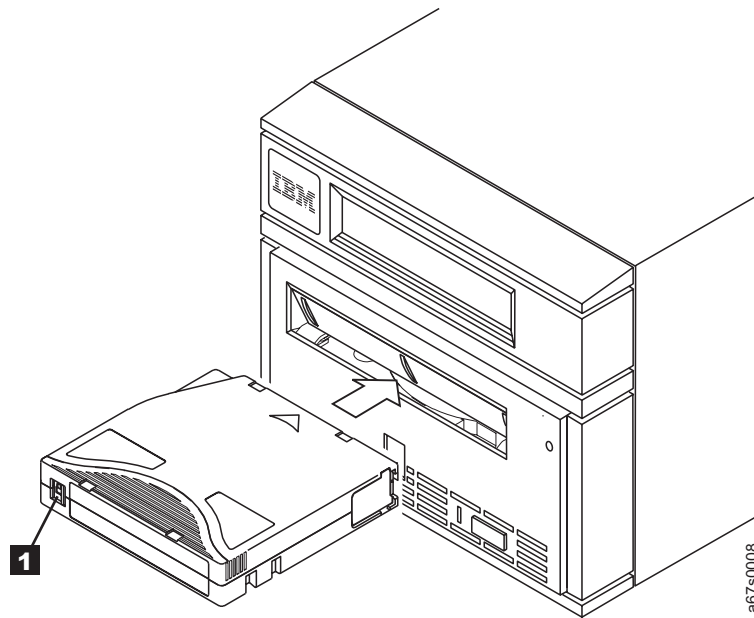

Abbildung 6. Kassette in das Bandlaufwerk IBM 3580 einlegen
2. Stellen Sie sicher, dass der Schreibschutzschalter (**1** in Abb. 6 auf Seite 20) korrekt gesetzt ist (siehe „Schreibschutzschalter einstellen“ auf Seite 27).
4. Schieben Sie die Kassette in den Kassettenladeschacht (siehe Abb. 6 auf Seite 20). Der Kassettenlademechanismus zieht die Kassette in das Bandlaufwerk ein, und die folgende Nachricht erscheint in der Nachrichtenanzeige:
Schieben Sie zum Reinigen des Schreib-/Lesekopfes die Reinigungskassette in den Kassettenladeschacht (siehe Abb. 6 auf Seite 20). Das Bandlaufwerk führt die Reinigung automatisch aus. Der Reinigungszyklus dauert weniger als zwei Minuten. Ist die Reinigung beendet, gibt das Laufwerk die Kassette aus.
Mit jedem Bandlaufwerk IBM 3580 wird eine speziell gekennzeichnete IBM LTO Ultrium Reinigungskassette zum Reinigen der Schreib-/Leseköpfe des Laufwerks mitgeliefert. Das Laufwerk ermittelt selbst, wann ein Schreib-/Lesekopf gereinigt werden muss. Es zeigt ein **C** in der Einzelzeichenanzeige an, und die Statusanzeige erlischt. Legen Sie zum Reinigen des Schreib-/Lesekopfes die IBM LTO Ultrium Reinigungskassette in den Kassettenladeschacht ein (siehe Abb. 6 auf Seite 20). Das Bandlaufwerk führt die Reinigung automatisch aus. Ist die Reinigung beendet, gibt das Laufwerk die Kassette aus.